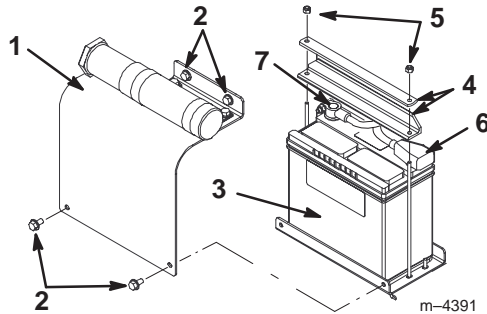

Figure 3
1. Enlevez les quatre boulons de fixation du couvercle de la batterie et retirez le couvercle (Fig. 3).
2. Enlevez les écrous et les barres de fixation de la batterie (Fig. 3).
10. Remettez la batterie sur la plate-forme (Fig. 3).
11. Fixez la batterie au châssis à l'aide des barres et des écrous retirés précédemment (Fig. 3).
12. Connectez le câble positif (rouge) à la borne positive (+) de la batterie (Fig. 3). Glissez le capuchon de caoutchouc sur la borne de la batterie.
13. Connectez le câble négatif (noir) à la borne négative (–) de la batterie (Fig. 3).
14. Remettez le couvercle de la batterie (Fig. 3).